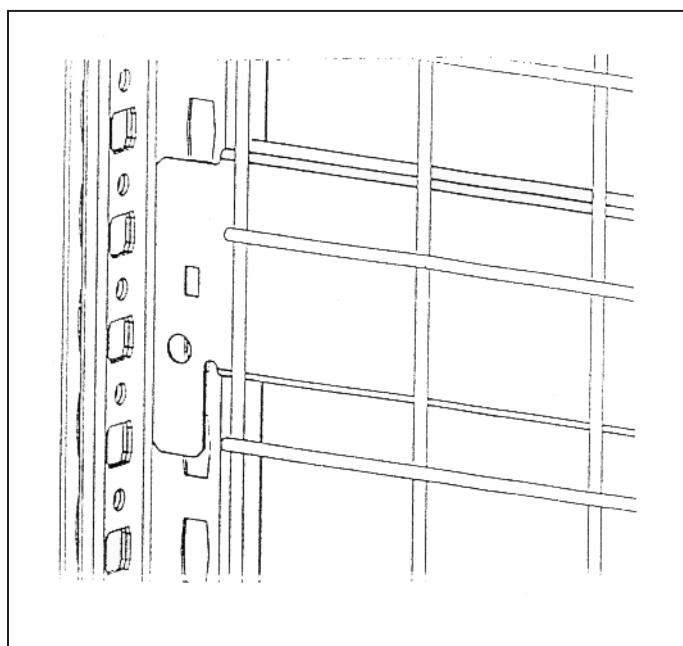

Abb. 1
2. Oberste Sicherungsleiste ca. 300 mm von der Oberkante des Regals von außen, leicht diagonal zwischen Rahmenprofile und Gitter-Rückwand einhängen (s. Abb. 1).